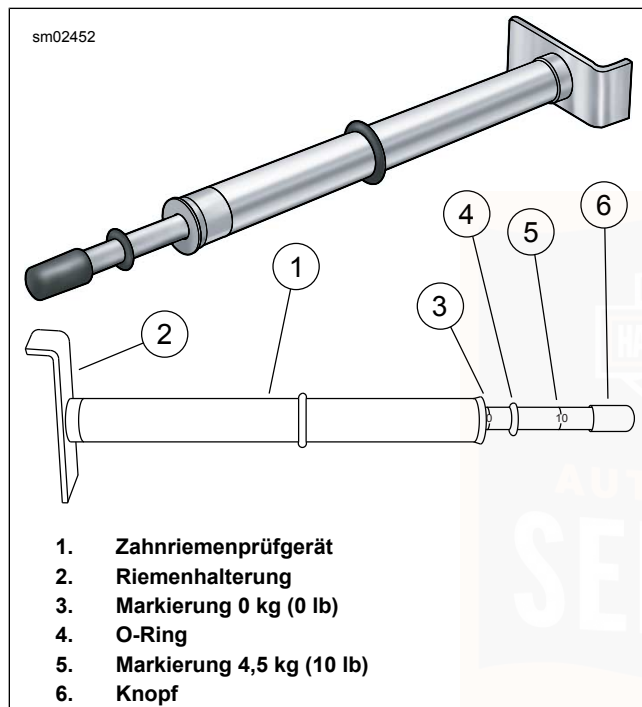

Abbildung 31. Zahnriemenprüfgerät
2. Siehe Abbildung 31. Das ZAHNRIEMENPRÜFGERÄT (TEILE-NR.: HD-35381-A) bereitlegen.